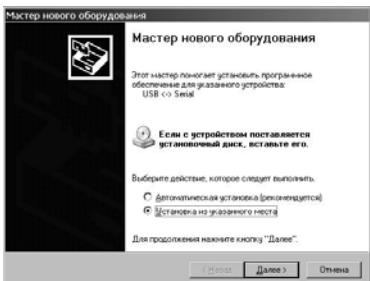
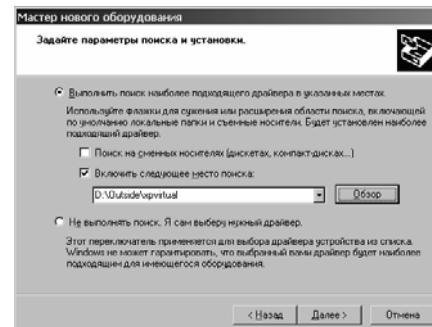

Рис.4
Рис. 5
Подключить прибор к свободному USB порту персонального компьютера кабелем, поставляемым в комплекте с прибором. Подождать 5...10 с пока операционная система выдаст информацию об обнаружении нового устройства (рис. 4).
В окне Рис. 4 изменить положение переключателя на "Установка из указанного места" и нажать на кнопку "Далее". Операционная система выведет окно с запросом пути к драйверу устройства (рис.5).
В окне Рис. 5 установить флагок “Включить следующее место поиска” и нажать на кнопку “Обзор”. В появившемся окне выбрать путь к драйверу (драйвер находится на прилагаемом диске в папке d:\Программы\Драйвер ПС1, ПС2\USB_RS_485_Adapter\Win_98_v5 - для ОС Windows 98(ME) и d:\Программы\Драйвер ПС1, ПС2\USB_RS_485_Adapter\Win_XP – для ОС Win2000, WinXP, Win7).